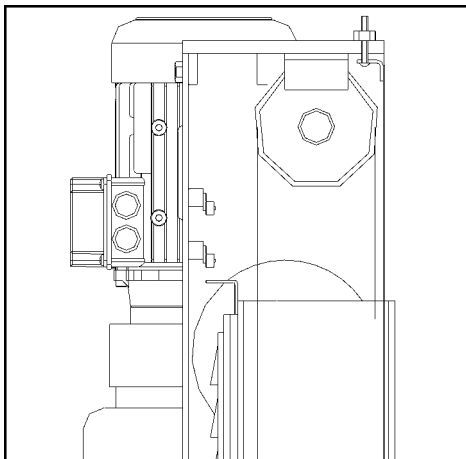

Fig. 13
- ◆ Om lyften når maximal höjd kommer den övre gränslägesbrytaren att stoppa lyftningen. (**Fig. 13**)
- ◆ Om den rörliga delen överskrider dess rörelseavstånd finns det på den övre delen av kommandoposten två gränslägesbrytare som är seriekopplade och vanligtvis ställs in för att fungera med ställdonet (**fig. 13**) på operatörssidans vagn. Om den första gränslägesbrytaren inte fungerade ska den andra utlösas efter 3 sekunders vagnkörning.